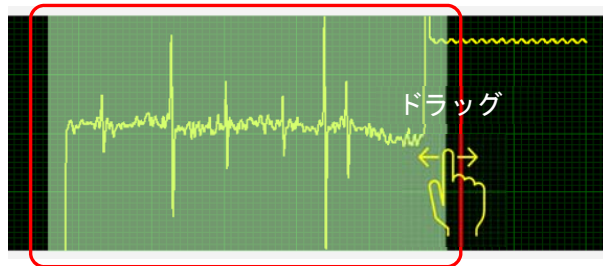

図 3.6 試験体のデータ採取
- i) 図 3.6 は、対比試験片のデータ選択例を示したものである。